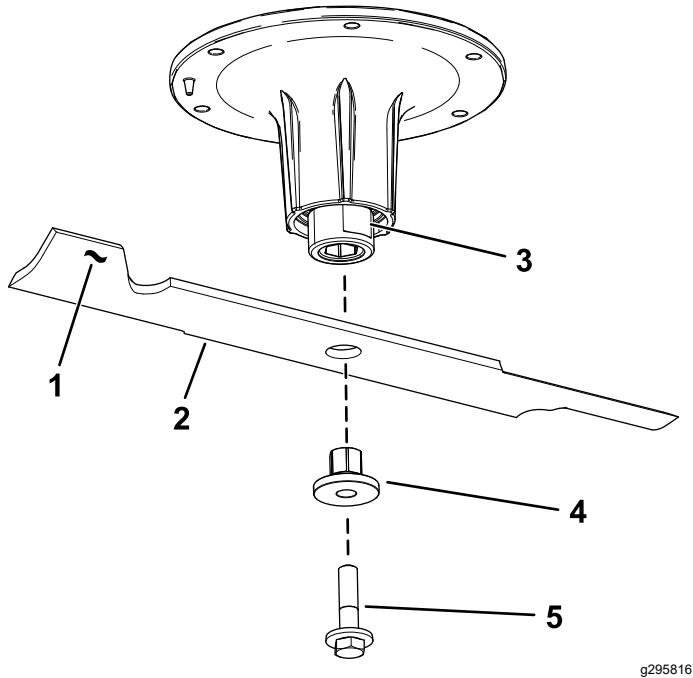

Figura 74
- Retire el perno de la cuchilla, el buje y la cuchilla del eje (Figura 74).